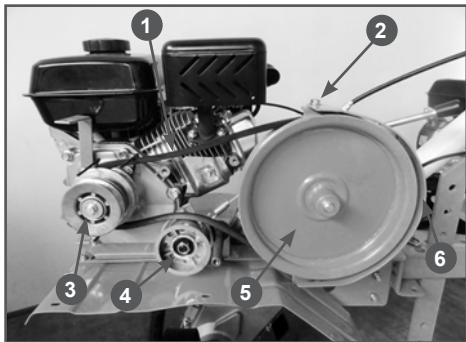

Рис. 30 Замена ремня привода
2. Открутите верхний болт 2 крепления ограничительной пластины и отогните пластину 6 в сторону сошника (Рис. 30).
3. Снимите ремень 1 со шкивов вала двигателя 3 и коробки передач 5 (Рис. 30).
2. Открутите верхний болт 2 крепления ограничительной пластины ремня и отогните пластину 6 в сторону сошника (Рис. 30).